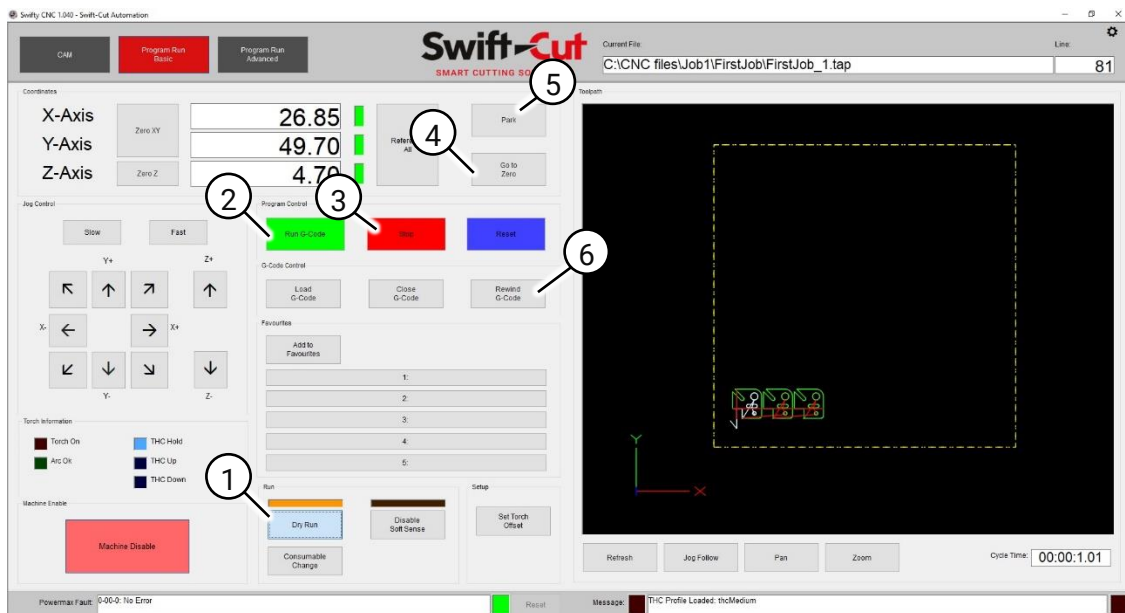

Fig. 68 'Dry Run'
1. Als u op 'Dry Run' (Fig. 68 (1)) klikt kunt u de taak op het scherm controleren zonder dat de snijtoorts wordt geactiveerd.
2. Klik op 'Run G-Code' (Fig. 68 (2)) om een controlerun uit te voeren.
3. U kunt de controlerun op elk moment stoppen door op 'Stop' te klikken (Fig. 68 (3)).
4. De controlerun stoppen kan ook door nogmaals te klikken op 'Dry Run' (Fig. 68 (1)).
5. Om de snijtoorts weer naar de eerder ingestelde nulpositie te verplaatsen, klikt u op 'Go to Zero' (Fig. 68 (4)).
1. Klik op 'Rewind G-Code' (Fig. 68 (6)) om ervoor te zorgen dat het G-codebestand volledig, dus vanaf het begin, wordt uitgevoerd.
2. Klik op 'Run G-Code' (Fig. 68 (2)) om het snijproces te starten. U kunt het snijproces op elk gewenst moment stoppen door te klikken op 'Stop' (Fig. 68 (3)).
3. Verplaats de snijtoorts nadat het snijproces is voltooid weg van het plaatmateriaal of klik op 'Park' (Fig. 68 (5)).